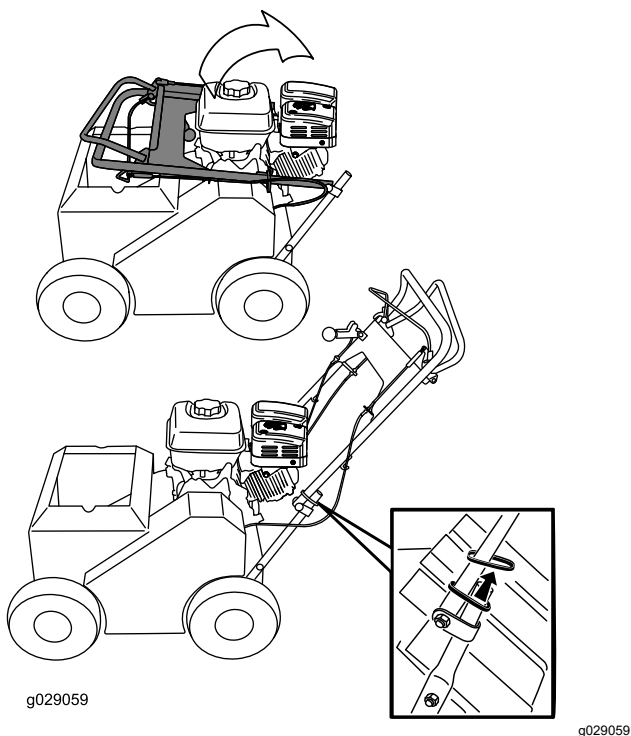

Figure 3
1. Relevez le guidon en position d'utilisation (Figure 3).
2. Descendez les anneaux de blocage ovales, situés de chaque côté, de la partie supérieure du guidon sur la partie inférieure (Figure 3) pour verrouiller les deux parties ensemble.